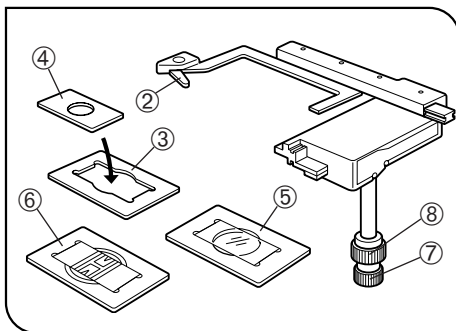

Fig. 7
1. Ao usar uma microplaca de titulação de 96 ou de 24 poços, distenda o suporte da amostra ② para apoiar directamente a microplaca de titulação. (fig. 7)
- Suporte Terasaki ③ (AB4488): Para placa Terasaki, suporte da caixa de Petri de 35 mm ④ ou de 65 mm.
- Suporte da lâmina ⑤ (AB4489): Para a lâmina, caixa de Petri de 54 mm.
- Suporte de placa para teste de células sanguíneas IX2-BCTP ⑥ (opcional): Para um suporte de placa para teste de células sanguíneas ou outra câmara de cálculo para bactérias e eosinófilos com dimensões da parte de montagem correspondentes a $A 77^{+0.3}_0 \times V 35^{+0.3}_0 \times D 2$ mm, ou para uma caixa de Petri de 60 mm.
3. A amostra pode ser deslocada para a posição pretendida rodando os botões dos eixos X ⑦ e Y ⑧ (curso: 120 mm no sentido do eixo X, 78 mm no sentido do eixo Y).